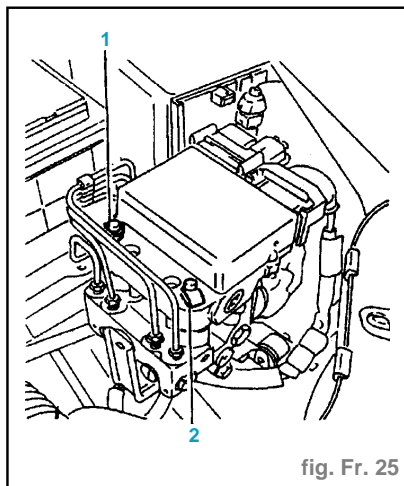

fig. Fr. 25
- (1) circuit de freinage (avant gauche - arrière droit)
- (2) circuit primaire
- (3) circuit secondaire
- (4) circuit de freinage (avant droit - arrière gauche)
- Ouvrir la vis de purge (1) puis la refermer (serrage à **0,65 daN.m**) (fig. Fr. 25).
- Procéder de la même manière pour le second circuit (vis de purge) (2) (fig. Fr. 25).